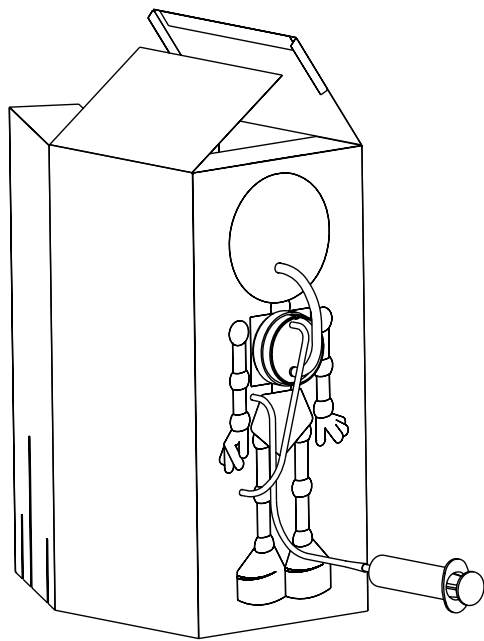

Figure 4
- Brancher les tubes souples, en les faisant passer dans les orifices aménagés dans l'enceinte (voir figures 4 et 5).